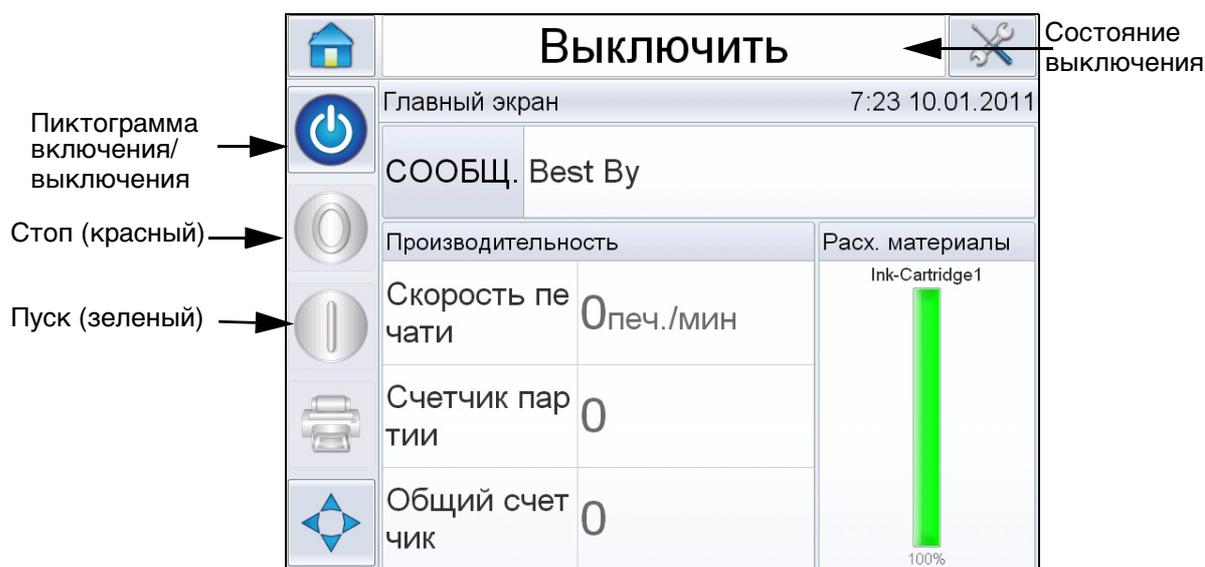

Рис. 5-5: Главная страница системы CLARiTY®
- 5 Во время состояния **ВЫКЛЮЧЕНИЕ**, кнопки **Стоп** (красная) и **Пуск** (зеленая) (Рис. 5-5) неактивны (серого цвета).